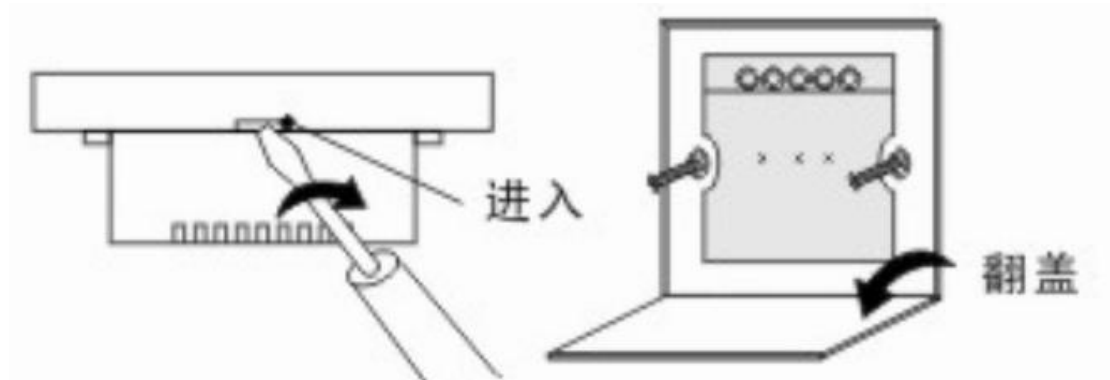

图 2-1 安装图
- 步骤一：安装前，使用平口螺丝刀，撬开 ZigBee 调光开关面板，如图 2-1；